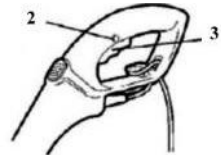

Рис.9
1. Для включения триммера сначала нажмите основную кнопку «Вкл./Выкл.» (2), затем нажмите кнопку газа (3). Для отключения триммера просто отпустите кнопку газа (3). Для отключения триммера просто отпустите кнопку газа (3). См.рис.9